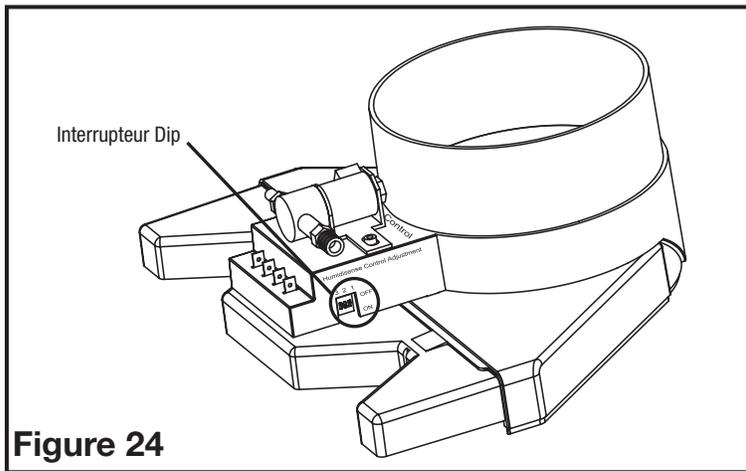

Figure 24
5. Une fois que la commande « HUMIDISENSE » captera la chaleur, l'humidificateur se mettra en MARCHÉ - Vous le saurez parce que le DEL « HUMIDISENSE » s'allumera en vert (Figure 24) à l'avant de l'humidificateur.
7. Une fois que votre chaudière le cycle de chauffage et se sera arrêtée (par le thermostat), l'humidificateur fera un cycle d'arrêt - Vous le saurez parce que le DEL vert « HUMIDISENSE » (Figure 24) à l'avant de l'humidificateur s'ÉTEINDRA.